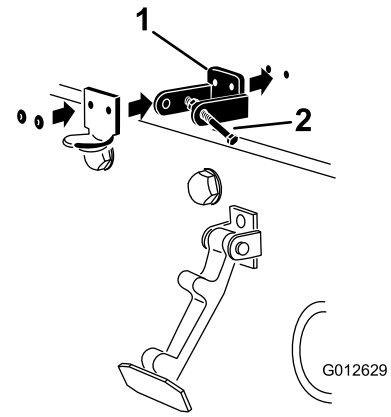

图 4
4. 将 CE 锁定支架和机罩门锁支架中的孔与机罩中的孔对齐 图 4。
6. 用铆钉将支架和垫圈铆定到机罩 (图 4)。